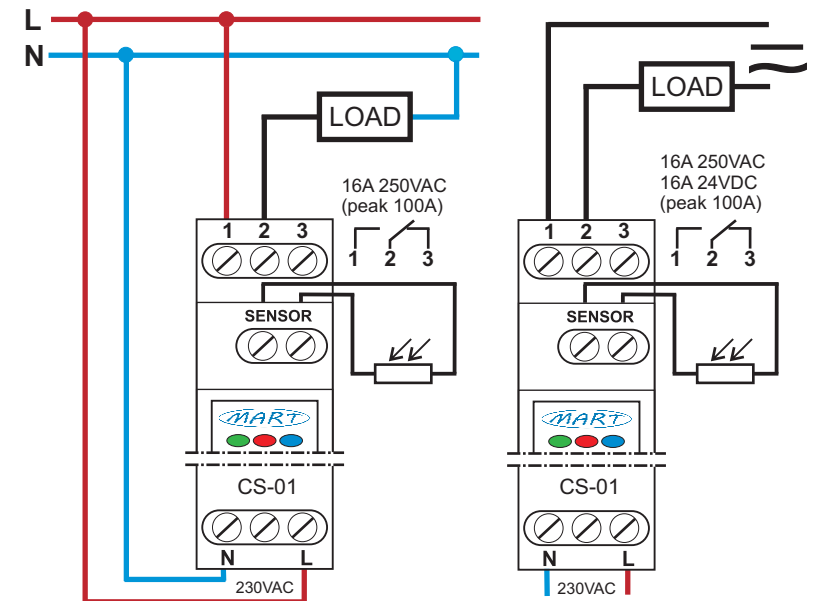

Abb. 2. Anschlussdiagramme für den CS-01-3 PV OPTIMIERER.
3. Schließen Sie die Leitungen gemäß dem Diagramm an (Abb. 2).